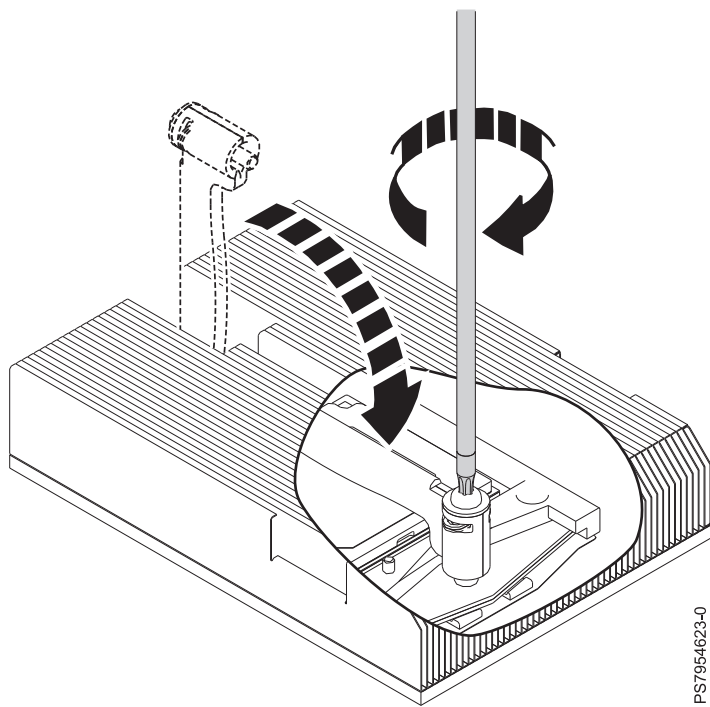

図 46. ヒートシンクの固定
- a. ヒートシンクをマイクロプロセッサに設置する際には、ヒートシンクのサイドにあるヒートシンク・ロード・アームが固定されていることを確認してください (89 ページの図 46 を参照)。